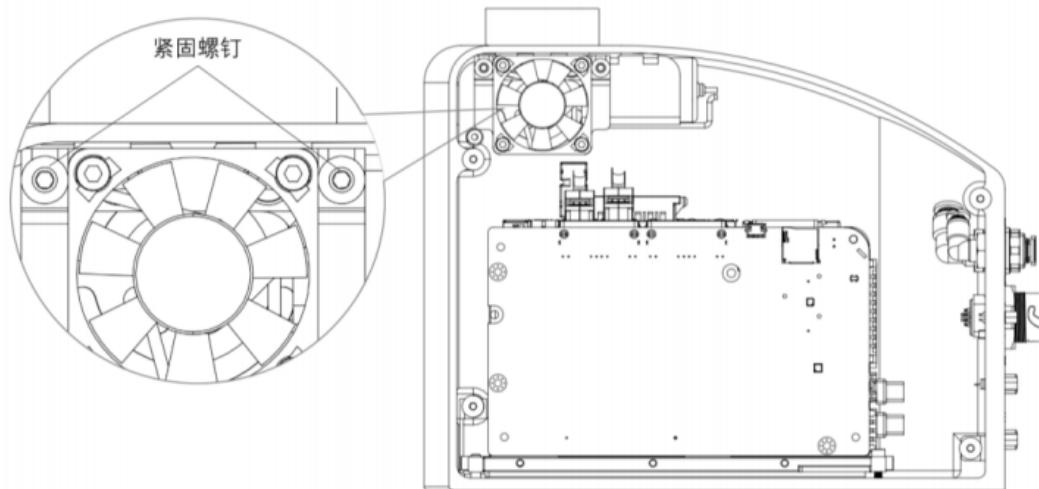

图 5-10 风扇螺钉拆卸图
**步骤2** 使用 2.5 号内六角扳手拧松螺钉，拆下风扇模组，螺钉位置如图 5-10 所示。